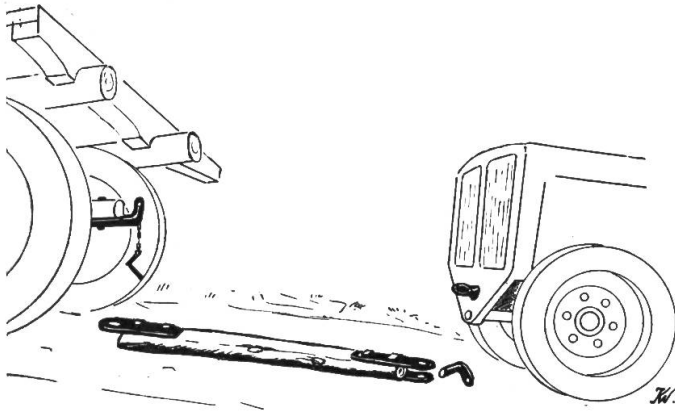

Abb. 3: Vorrichtungen zur Sicherung des Stoss-Sparrens.
- Verwendung von Vorrichtungen zur Sicherung des Stoss-Sparrens (siehe Abb. 3).